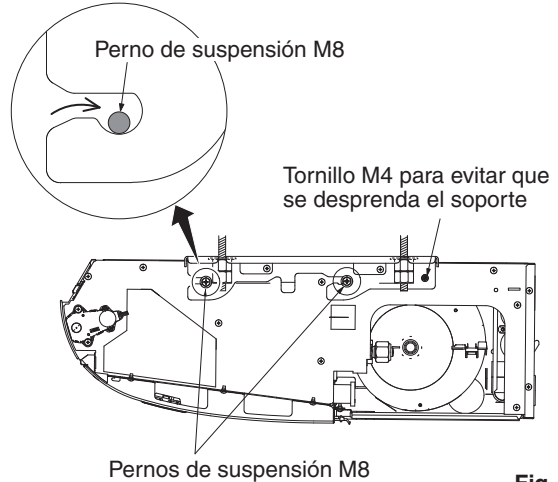

Fig. 3-17
- b) Suspnda la unidad interior mediante el soporte. Apriete los pernos de suspensión M8 y fije la unidad interior en su sitio. (Fig. 3-17)